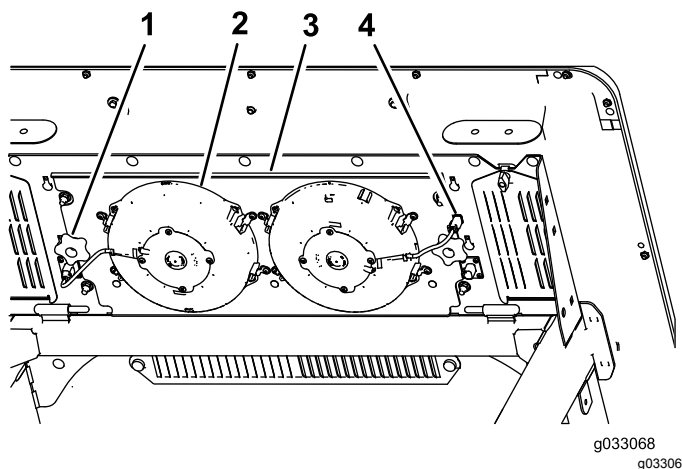

Рисунок 57
- Отсоедините вилки кабелей питания вентиляторов от гнезда (Рисунок 57).
низу верхней части кабины (Рисунок 57), и снимите панель в сборе.